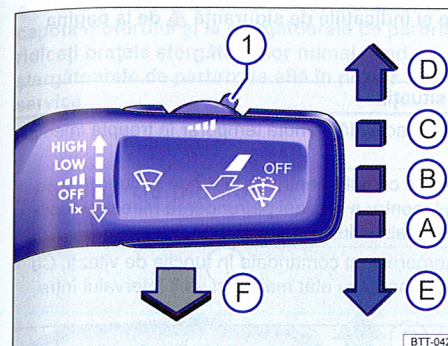

Fig. 93 Operarea ștergătoarelor de parbriz.
- Apăsați scurt în jos maneta ștergătoarelor de parbriz $\Rightarrow$ fig. 93 .